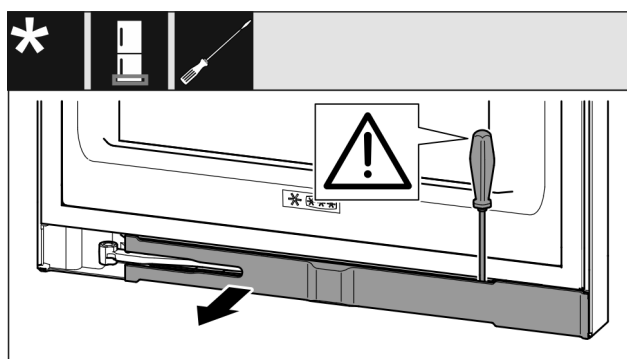

Fig. 13
- ▶ Przy pomocy śrubokręta wyczepić zaślepkę i odchylić w bok Fig. 13 ().